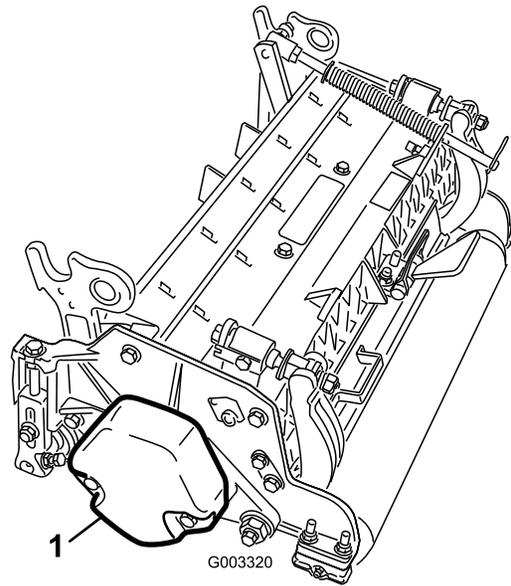

Bild 16
1. Entfernen Sie an den Mähwerken Nr. 2, Nr. 4 und Nr. 6 die zwei Kopfschrauben, mit denen das Gegengewicht links am Mähwerk befestigt ist. Nehmen Sie das Gegengewicht ab (Bild 16).